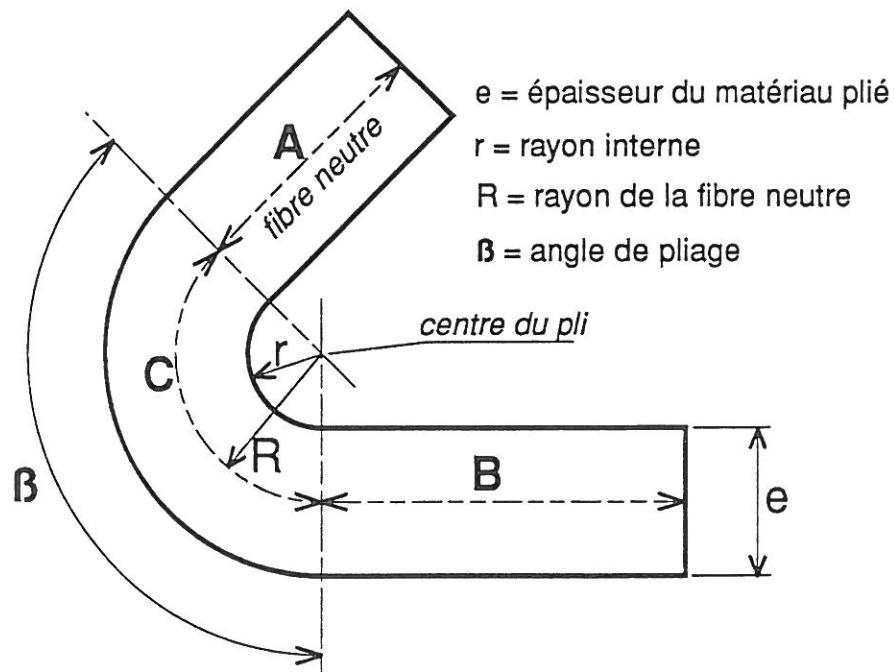

fig. 63
(1) FIBRE NEUTRE À MI-ÉPAISSEUR (fig. 63)